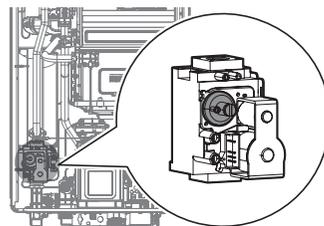

Figura 8. Ubicación del tornillo de fijación
- Abra completamente varios artefactos de agua caliente y ajuste el calentador de agua para operar en modo de 1a etapa mín. (consulte "Ajuste del modo de operación" en la página 105). Mida el valor de CO2 a fuego bajo. Si el valor de CO2 no está dentro de 0.5% respecto al valor indicado en la Tabla 2, será necesario ajustar el tornillo de fijación de la válvula de gas. Si se requiere ajuste, ubique el tornillo de fijación como se muestra en la Figura 8. Con una llave Allen de 5/32 pulg. o 4 mm, gire el tornillo de fijación no más de 1/4 de vuelta a la derecha para aumentar o a la izquierda para bajar el valor de CO2.